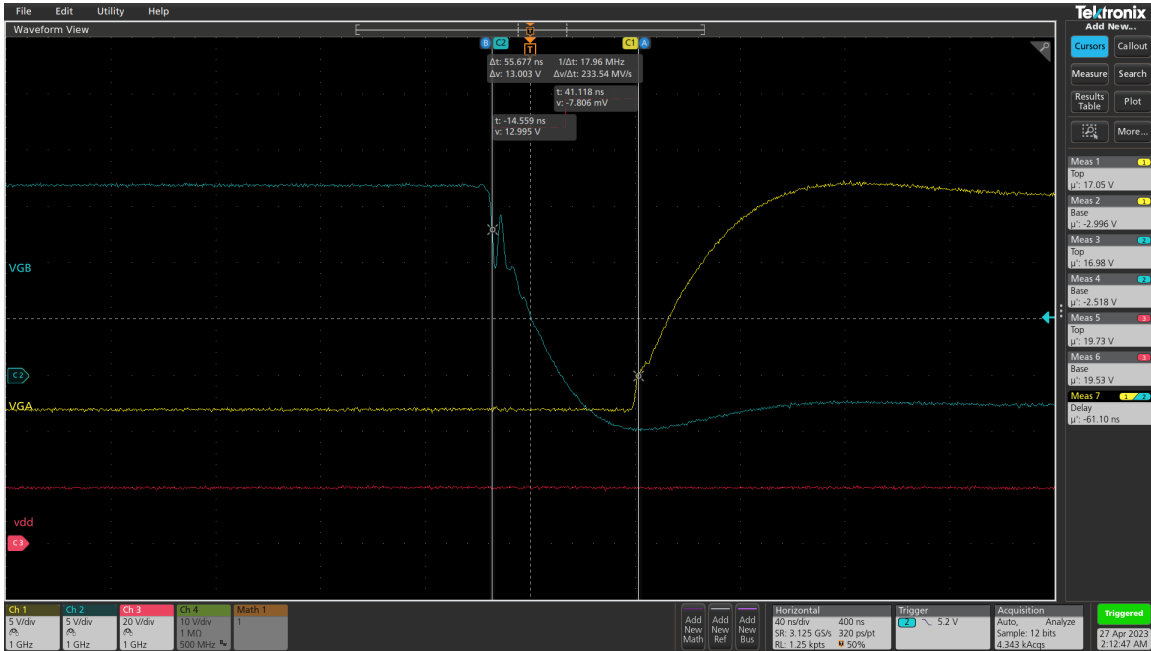

图 3-5. 可编程模式：5kΩ RDT 电阻选择
- 可编程模式**：当死区时间引脚连接到 1.7K-100K 欧姆之间的接地电阻时，可编程死区时间模式将被激活。要在 EVM 上激活此模式，请将跳线 J5 保持未连接状态。要调整死区时间，请使用 SDT_DT1 上的开关。默认情况下，将开关切换到左侧。要对死区时间进行编程，请将开关移到右侧。通过可用的电阻可以实现各种死区时间设置。通过同时切换多个开关可以产生额外的值，等同于将电阻并联。**图 3-5** 是具有 5kΩ 电阻的输出波形示例。